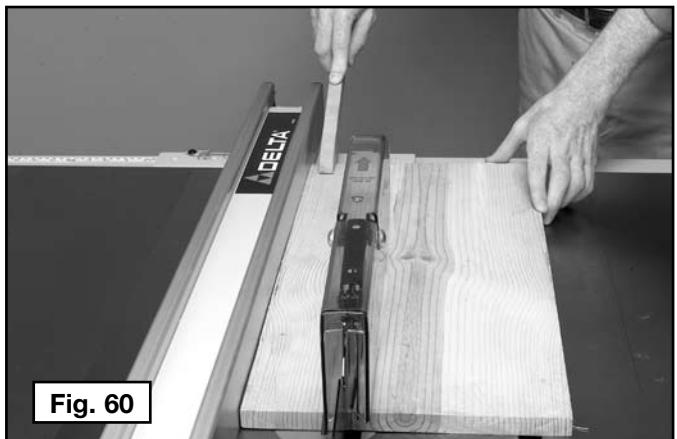

Fig. 60
3. Si el tamaño o la forma de la pieza de trabajo hicieran que su mano quede a 15 cm (6") de la hoja de la sierra, utilice una vara para empujar para completar el corte, tal como se observa en la Fig. 60. La vara para empujar se puede armar fácilmente a partir de material de desecho, tal como se explica en la sección "**CONSTRUCCIÓN DE UNA VARA PARA EMPUJAR**".